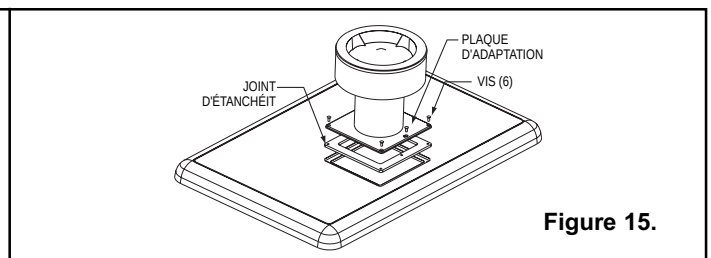

Figure 15.
2. Installez l'ensemble de ventilation pour l'extérieur (P/N 460424) tel qu'indiqué à la figure 15. Assurez-vous que les trous dans le joint d'étanchéité, la plaque d'adaptation et le couvercle du chauffe-eau sont bien alignés avant de visser les six (6) vis incluses dans l'ensemble de ventilation pour l'extérieur.